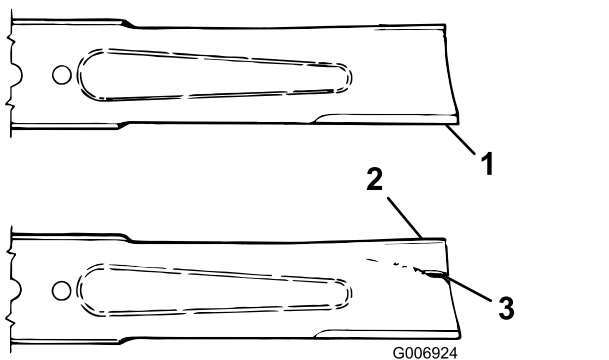

Figura 67
3. Verificare accuratamente i taglienti, con particolare attenzione ai punti d'incontro delle sezioni piatta e curva della lama (Figura 67).
4. Se riscontrate segni di usura (Figura 67), sostituite la lama; fate riferimento a Revisione della lama \(pagina 58\).
Se continuate ad usare la lama usurata, si forma una scanalatura tra la costa e la sezione piatta della lama (Figura 67). Alla fine, un pezzo di lama può staccarsi e venire lanciato dal sottoscocca, con il rischio di ferire gravemente voi o gli astanti.